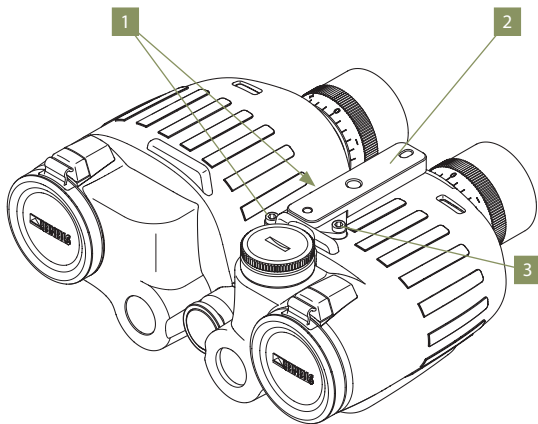

Abb. 3
3. Befestigen Sie den Stativadapter **2** mit den drei Innensechskantschrauben **1** (2x M3x16) und **3** (1x M3x12) mit einem maximalen Anzugsmoment von 1,2 Nm, siehe Abb. 3.